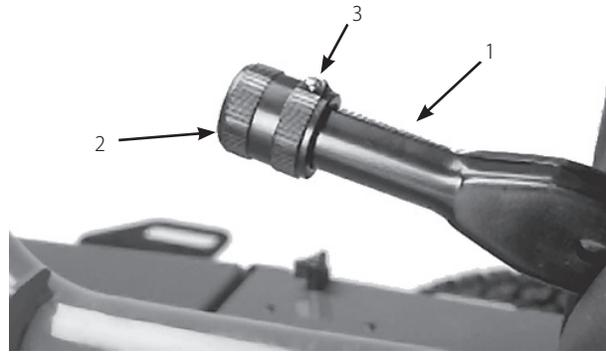

図 54
1. 駐車ブレーキのノブをレバーに固定しているネジをゆるめる (図54)。